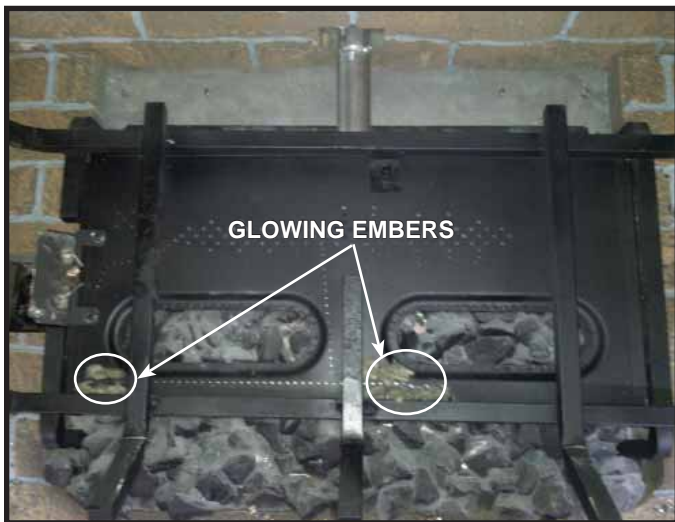

Figure 11.12. Emplacement des Glowing Embers
- Placez les morceaux de braise Glowing Embers® de la taille d'un dix sous, immédiatement devant la rampe d'orifices, mais pas sur ou entre les orifices (voir figure 11.12). Faire attention de ne pas recouvrir les orifices. Le non-respect de ces instructions peut entraîner des problèmes d'allumage et de suie.